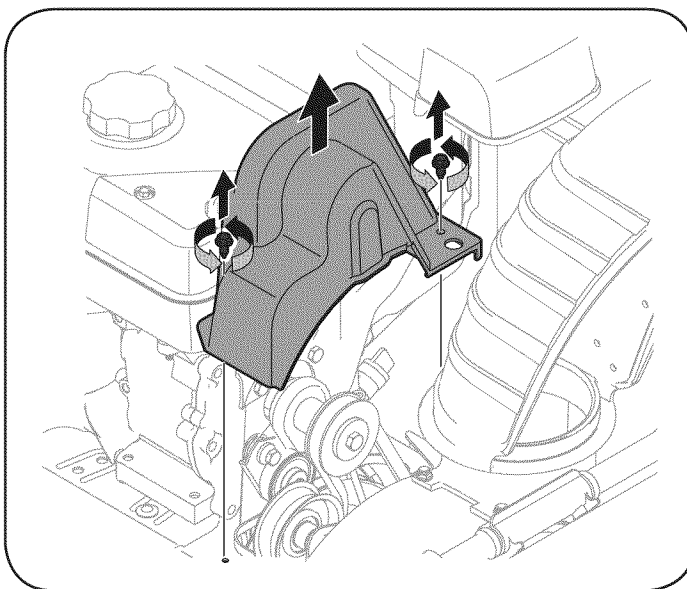

Figura 21
2. Saque la cubierta plástica de la correa ubicada en el frente del motor. Para ello saque los dos tornillos autorroscantes. Vea la Figura 21.